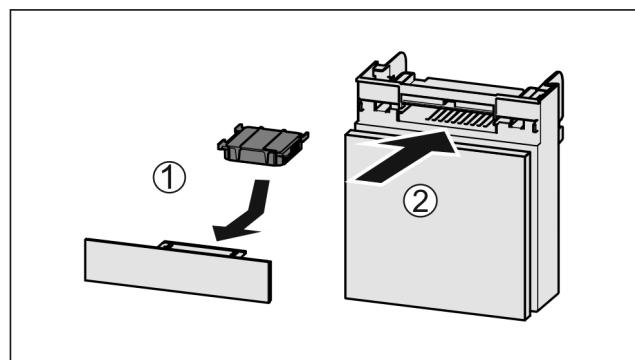

Fig. 138
- Установите фильтр с активированным углем, как показано на рисунке Fig. 138 (1).
- Вставьте отделение Fig. 138 (2).